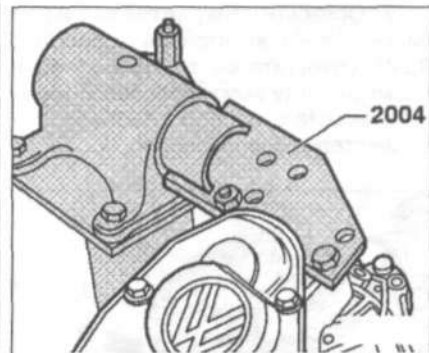

Рис. 8.16. Установите коробку передач на стенде.
1. Установите коробку передач на стенде (рис. 8.16).